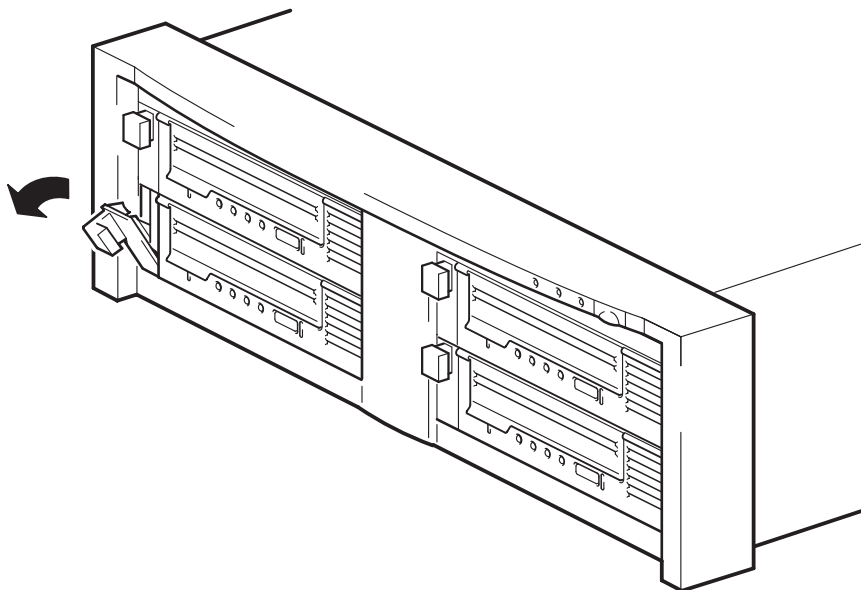

Figure 9a : abaissement du levier d'extraction
- 1** Tirez le levier d'extraction du lecteur à remplacer vers l'avant de façon à extraire le lecteur (voir figure 9a).